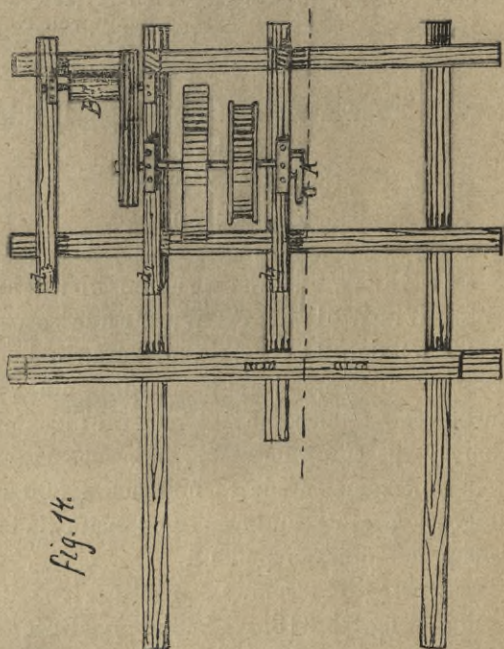

Fig. 14.
7) Żóraw F. Łodzińskiego. Budowa samego żórawia podobna do tej, jaka opisana pod 4, zaś łyżkowanie podobne do Schenk'owskiego. Bęben łyżkowy Bt fig. 14 poruszany jest zapomocą dwu kół rowkowanych, przyciskanych do siebie. Przy 1 m średnicy koła rowkowanego i 300 m/m średnicy bębna łyżkowanie tej konstrukcyi okazało się dobrem do głębokości 500 m. Później używały się zanadto rowki obu kół.